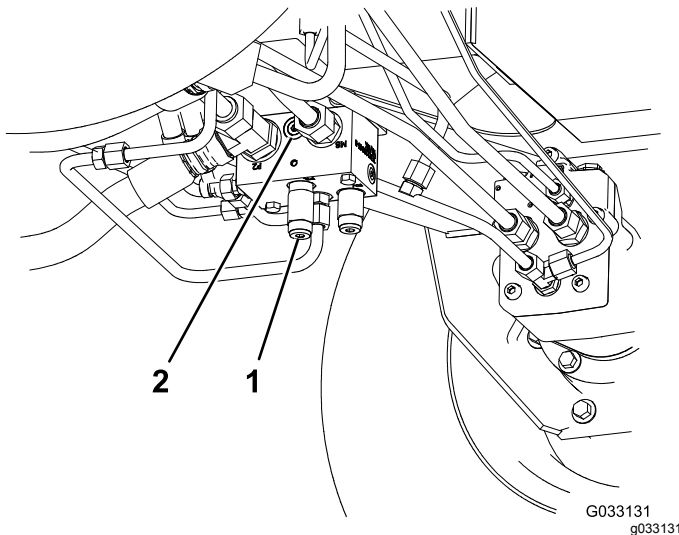

Figure 38
- Coupleur (ref. Toro 95-0985) (2)
- Raccord hydraulique (ref. Toro 340-77) (2)
1. Montez un raccord de diagnostic dans l'orifice non identifié situé entre les orifices M8 et P2 sur le collecteur de déplacement arrière (Figure 38).